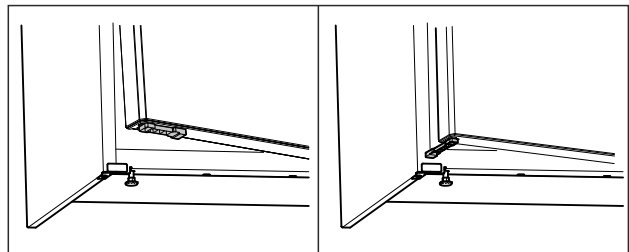

Fig. 63 *
- ▶ Obrócić ogranicznik otwierania drzwi o 90°. (patrz Fig. 63) *